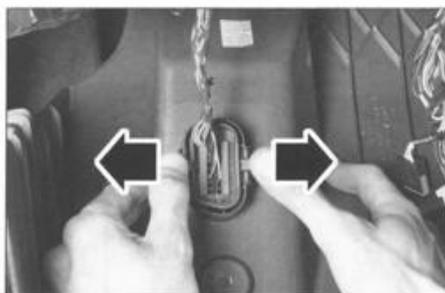

FIG. 5
- el conector de diagnóstico (fig. 5).